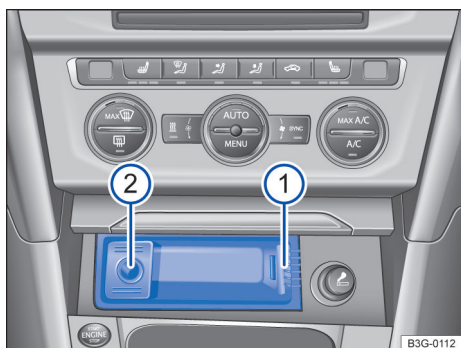

Fig. 166 No console central dianteiro: retirar o cinzeiro ① e apagador de cigarro ②.
Remover o encaixe do cinzeiro por cima pelas áreas laterais → Fig. 166 ①.